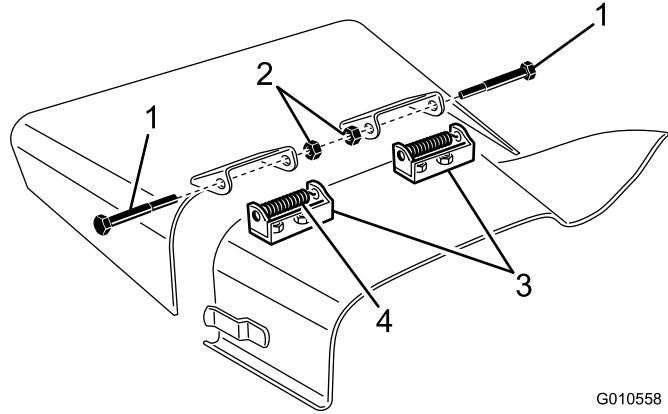

Figura 27
- Retire las 2 pernos, las contratuerca y los muelles que sujetan los soportes del deflector a los soportes de pivote (Figura 27).
- Para retirar los soportes de pivote, retire los pernos de cuello cuadrado y las tuercas (Figura 27).